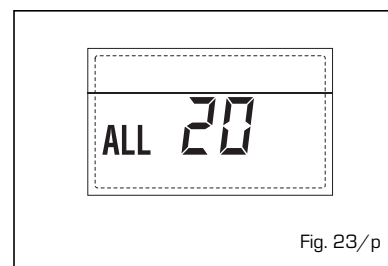

Fig. 23/p
- ANOMALÍA AVERÍA SONDA IMPULSIÓN PRIMERA ZONA MEZCLADA "ALL 21" (fig. 23/q)